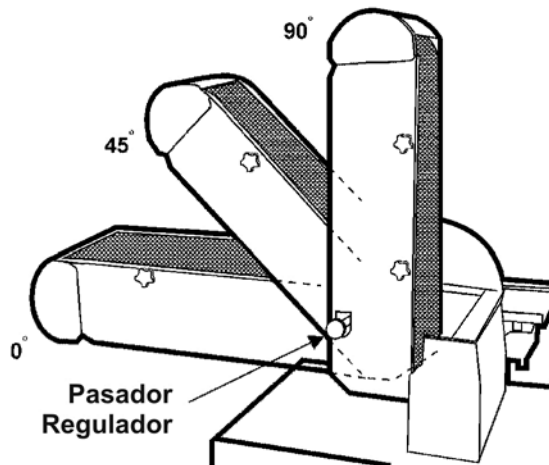

Figura 19
2. Estire el pasador regulador (Figura 19), hacia afuera en la posición deseada. Luego libere el pasador regulador.
El lijado de contorno y de superficie plana puede ser hecha en la horizontal a 45 grados, y en la posición vertical del brazo de la cinta. Para cambiar de posición, estire el pasador regulador hacia afuera y pivote el brazo a la posición deseada, luego libre el pasador regulador. (Vea la Figura 19.)